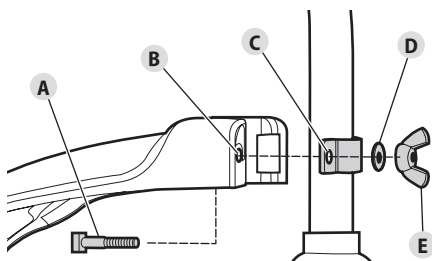

Fig. 2
4. Inserte el perno cuadrado (Fig. 2-A) dentro del orificio que está debajo del protector del cabezal de corte (Fig. 2-B). Oprima el perno cuadrado para que pase a través del protector del cabezal de corte y el soporte de montaje (Fig. 2-C).
5. Coloque la arandela (Fig. 2-D) sobre el perno cuadrado.
6. Atornille la tuerca de aleta (Fig. 2-E) en el perno cuadrado hasta que el protector del cabezal de corte quede firme en su lugar.